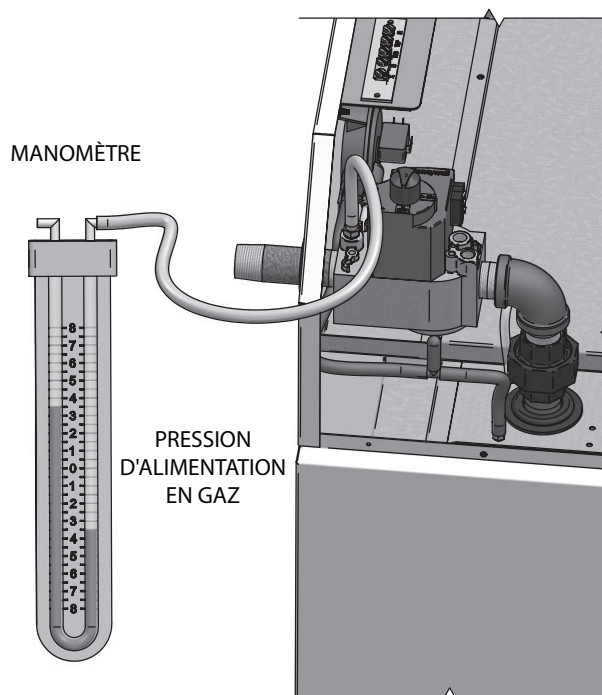

Figure 9-1 Mesure de la pression de gaz d'alimentation - Modèles ER152 - ER202
3. Sur les modèles ER152 - ER202, retirer le bouchon hexagonal de 1/8" situé sur le côté "entrée" de la vanne de gaz. Un piquage de pression d'entrée est situé sur le dessus du corps de la vanne (voir FIG. 9-1).